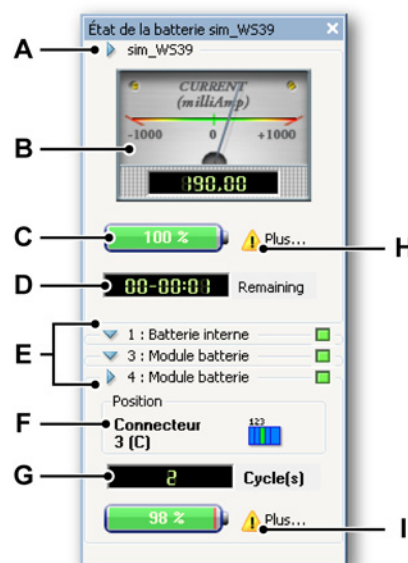
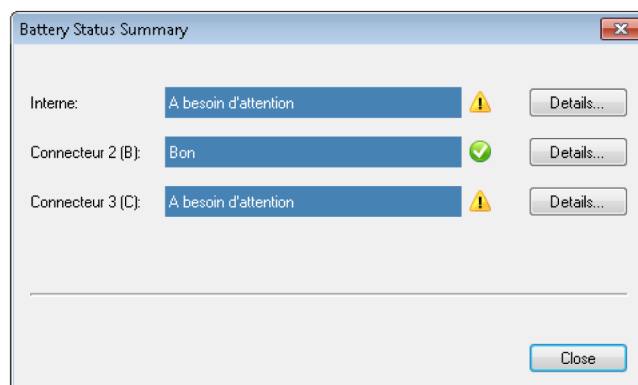
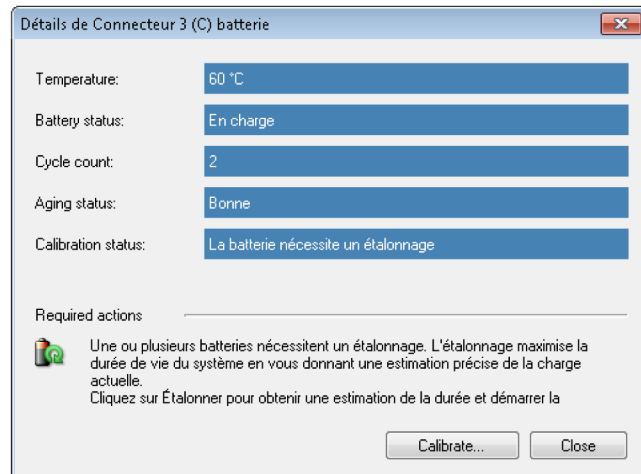

Figure 5.13 : Palette État de la batterie
Figure 5.15 : Résumé de l'état de la batterie
Figure 5.18 : Détails de l'emplacement batterie
H Détails sur l'état de la batterie Cliquez sur l'icône d'attention  (voir Figure 5.13 « Palette État de la batterie » page 122). La boîte de dialogue **Résumé de l'état de la batterie** s'affiche. Comme illustré dans Figure 5.15.
- I **Détails sur l'emplacement** Cliquez sur l'icône d'attention  (voir Figure 5.13 « Palette État de la batterie » page 122). La boîte de dialogue **Détails de l'emplacement batterie** s'affiche comme illustré dans Figure 5.18 :